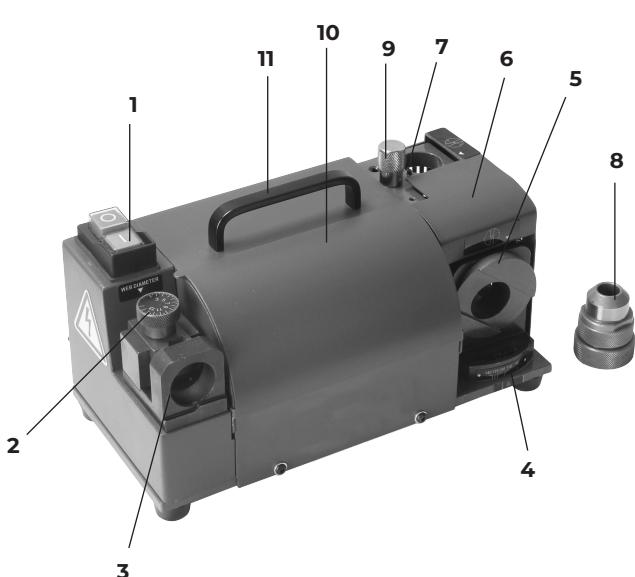

Fig 1
1. Régler le sélecteur (A) au diamètre du foret à l'aide de l'indicateur (pour un foret de 8.2 mm, mettre le repère entre 8 et 8.5 mm).
2. Insérer le mandrin porte-foret avec le foret dans le logement du réglage de la longueur du foret à affûter (3 fig1) et vérifier qu'il est bien bloqué.
3. Mettre en butée le foret (B).
4. Tourner le foret (B) vers la droite.
6. Serrer le mandrin porte-foret (C).
- Si la hauteur de pointe est inférieure à 10 mm, ajouter 1 à 2 graduations sur le sélecteur (2 fig.1).
- Si la hauteur de coupe du foret est différente d'un foret normal, vérifier le parallélisme et choisir ensuite le diamètre sur le sélecteur (2 fig.1).
1. Régler l'indicateur de réglage d'angle de pointe (A) suivant le foret (95° à 135°).
2. Mettre la machine en fonctionnement en appuyant sur « 1 » de l'interrupteur (1 fig.1).